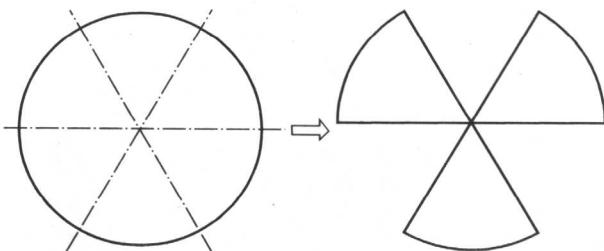

图 1-18 【练习 1-7】操作示意图
**【练习 1-7】** 使用“删除段”命令修剪图形，如图 1-18 所示。
使用“镜像”命令复制图形，如图 1-18 所示。